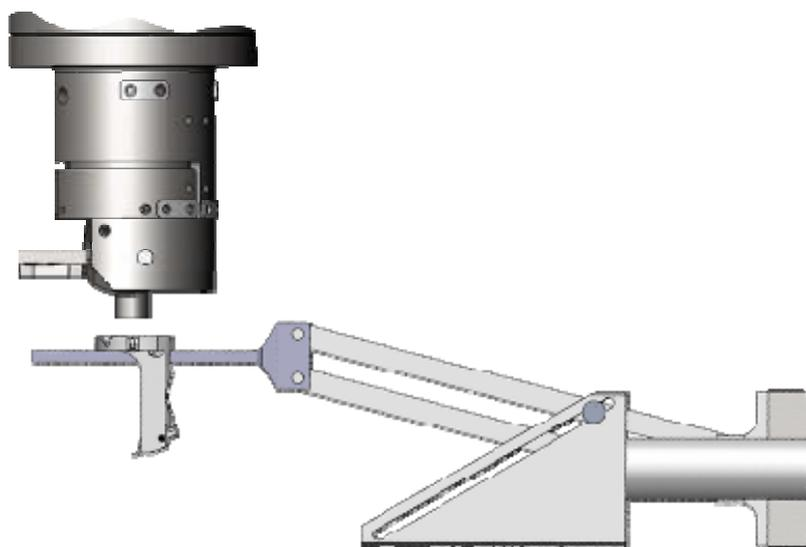

Рис. 5-19
13. Переместите зондовую головку так, чтобы она оказалась точно под штоком (Рис. 5-19).